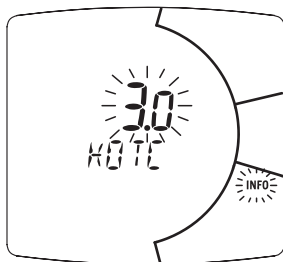

Figura 5.40
- Premere per più di 10 secondi il pulsante  per entrare in modalità " Parametri Impianto" (Figura 5.40).
L'andamento della temperatura al variare dell'impostazione fatta con i tasti 15 e 16 per un $K 1,5$ è illustrato nella Figura 5.40.